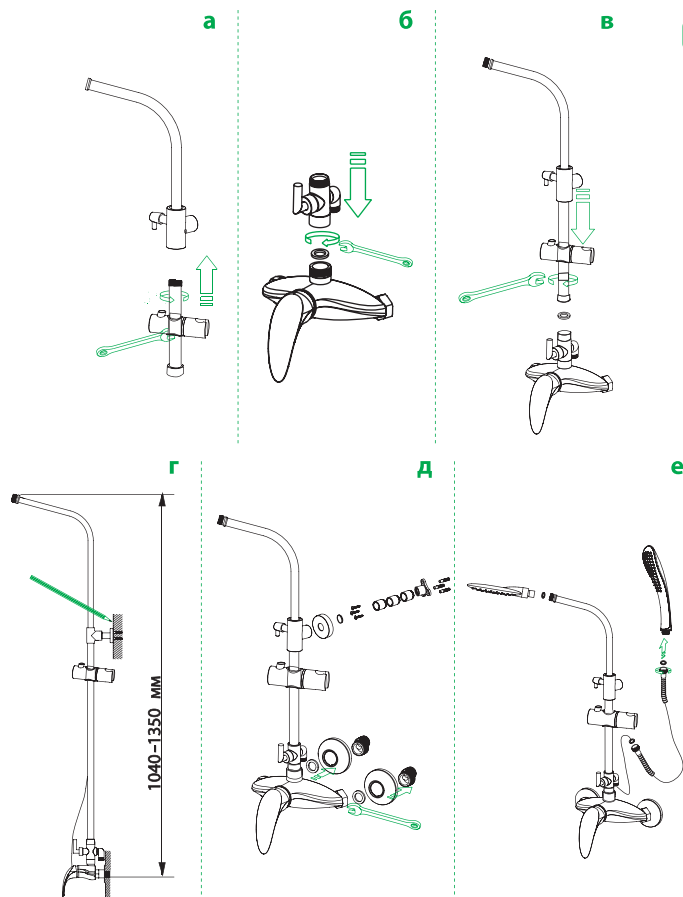

Рис. 2
1. Отключите систему холодного и горячего водоснабжения. Ввинтите эксцентрические переходники (см. рис. 2) в выходы трубопроводов системы водоснабжения, предварительно уплотнив резьбовую часть изоляционным материалом. Подберите положение эксцентрических переходников, при котором они совпадут и будут соответствовать присоединительному положению смесителя. При этом положение смесителя должно быть горизонтальным.
4. Установите стойку для душа (рис. 2). Отрегулируйте ее, выбрав необходимую высоту для комфортного использования. С помощью входящего в комплект крепежа установите и зафиксируйте верхний держатель стойки. Установите верхнюю душевую насадку.